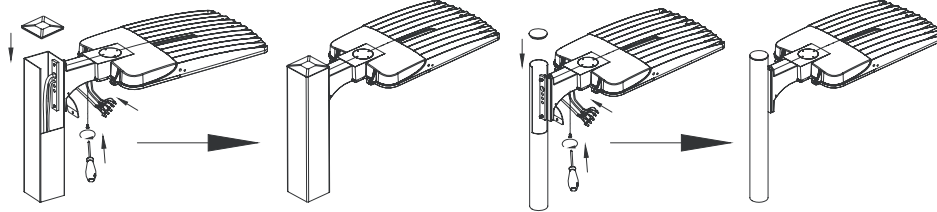

Figure 6.2
6.2 Poussez les fils connectés dans la boîte de connexion du support, fermez le couvercle de la boîte en serrant les vis de fixation, puis fermez le couvercle supérieur du poteau, comme illustré à la Figure 6.2.